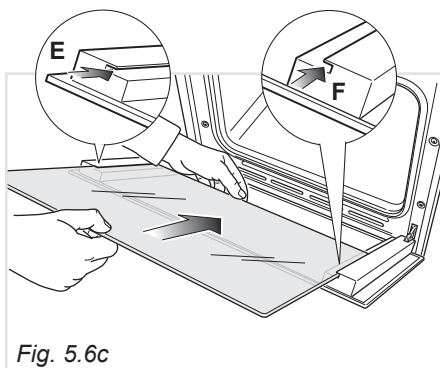
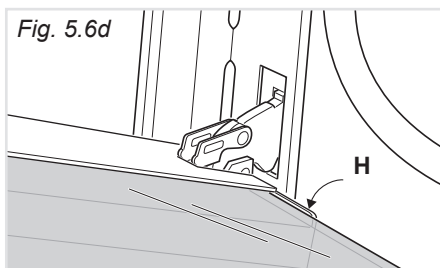

Fig. 5.6c
Fig. 5.6d
- Inserire il vetro nelle guide "E" ed "F" (fig. 5.6c) e farlo scorrere dolcemente fino ai fermi "H" (fig. 5.6d).